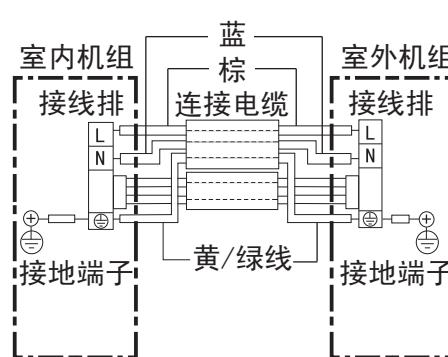

图13
(1) 用附件 ⑧ 及 ⑩ 连接电缆按接线图13要求正确地连接室内外机组，绝对不可连接错误。
(2) 连接电缆必须用室内外机组上的电线压板压紧。
- 接地线必须根据图13所示用连接电缆中黄/绿色导线接至带有“ $\ominus$ ”标记的接线端子上。